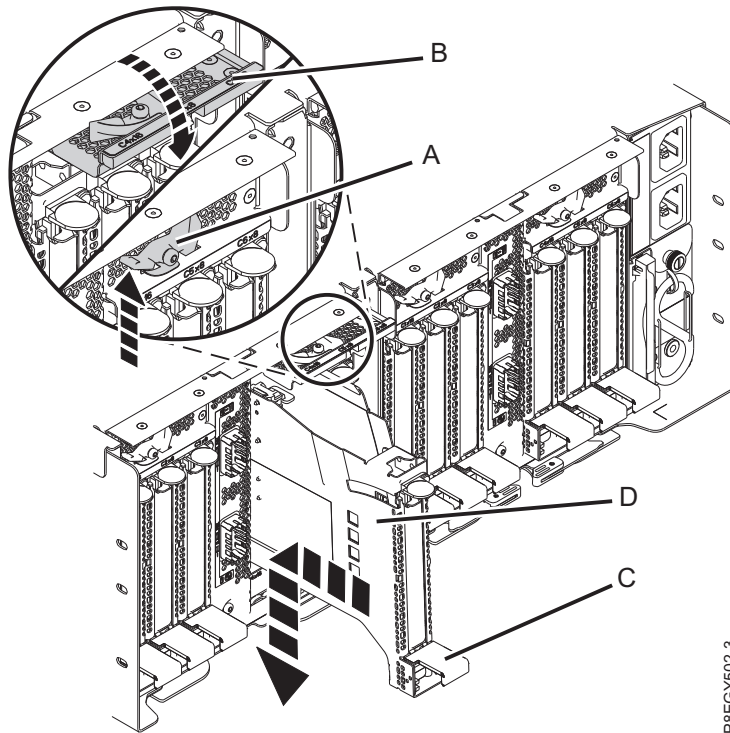

図 106. PCIe3 拡張ドロワー での PCIe アダプター・カセットの取り付け
- b. アダプター・カセット (D) の上端を慎重につかみ、アダプター・カセットをスロットに位置合わせします。 104 ページの図 106を参照してください。
- c. PCIe アダプター カセット (D) をスライドさせて、カセット・スロットに入れます。
- d. PCIe アダプターカセット (D) がスロットに完全に挿入されたら、カセット・ハンドル (C) を下方に押して、アダプター・カセット (D) をそのコネクタにロックします。 104 ページの図 106を参照してください。
- e. 104 ページの図 106 に示すように、ラッチ・ドア (B) を下方に回転させ、閉じた位置になるまで押します。 ラッチ・レバー (A) が自動的に所定の位置にロックされます。